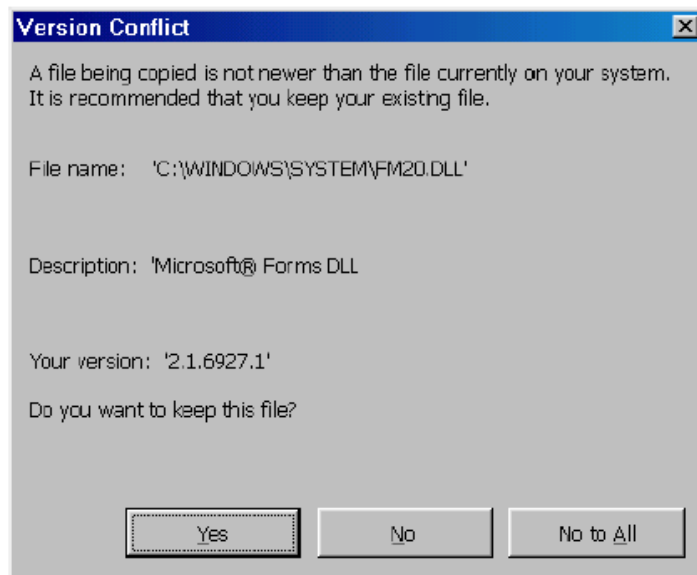

Рисунок 3 - Окно запроса на удаление более новой версии библиотеки Windows ®
2.1.10 При инсталляции и копировании файлов проверяются даты создания общих библиотек Windows®. Если необходимая библиотека уже установлена на Вашем компьютере (например, другой программой), то появится запрос о записи копируемого файла более старой версии вместо установленного (см. Рисунок 3). Для сохранения работоспособности ранее установленных приложений отвечайте No (Нет) или No to All (Нет для всех).